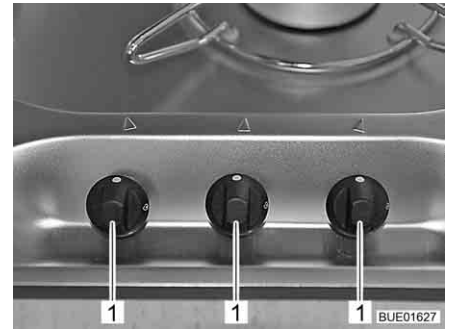

Bild 207 Reglage, knappar för gasspis
- Vrid vridregulatorn (Bild 207,1) till önskad låga till tändningsläge (stor låga).